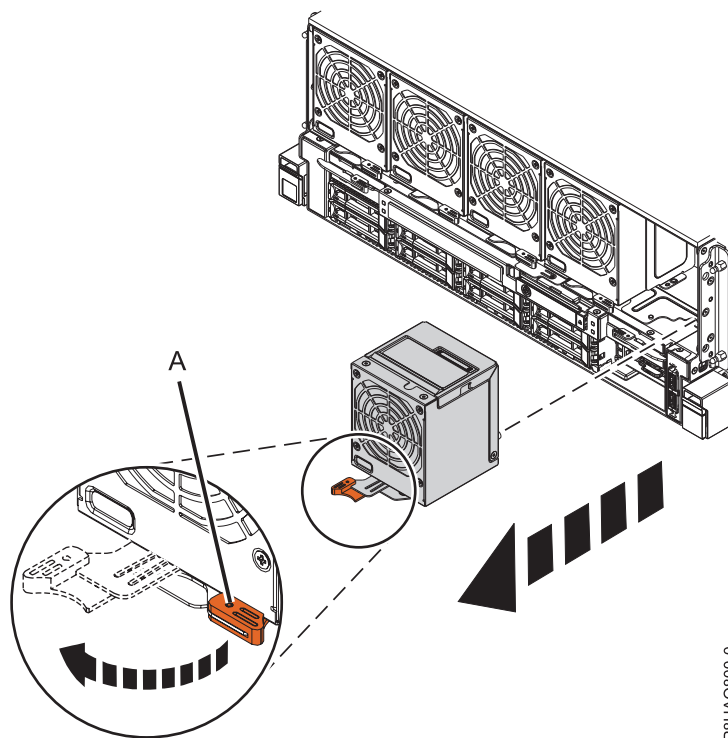

図 2. システムからの前面ファンの取り外し
- a. 陶器製のタッチ・ポイント・ラッチ (図 2 の **(A)**) の前面に親指を押し当て、ラッチの裏側に人差し指を当てます。
- c. ファンのハンドルを、図 2 に示されている方向に回転させて、ファンをスロットからアンロックします。
- d. ファンのハンドルをつかんだまま、ファンの底部をもう一方の手で支えながら、図 2 に示すように、ファンをスロットから引き出します。